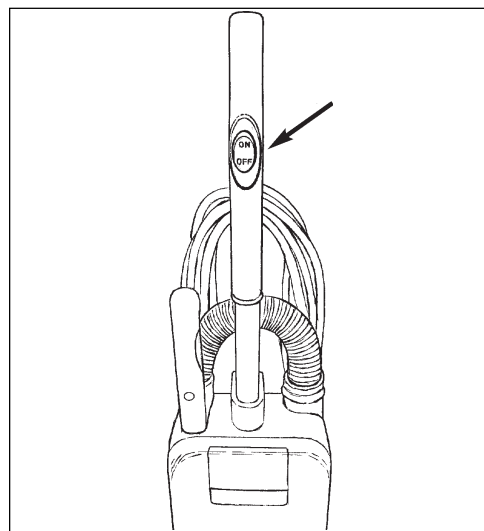

Figure 9
**Le commutateur marche/arrêt** (voir figure 9)
3. Placez le commutateur marche/arrêt en position "I" (voir figure 9).